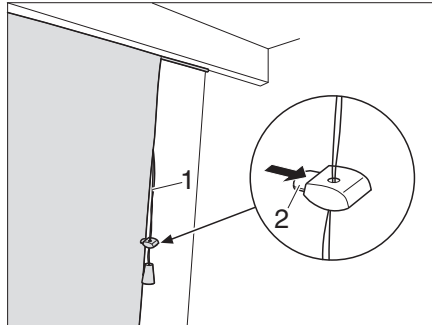

Bild 83 Hissgardin
- Dra snöret (Bild 83,1) neråt. Gardinen hissas upp med hjälp av snörena.
- Tryck på klämman (Bild 83,2) på hållaren och skjut hållaren till önskat läge.
- Tryck på klämman (Bild 83,2) på hållaren.